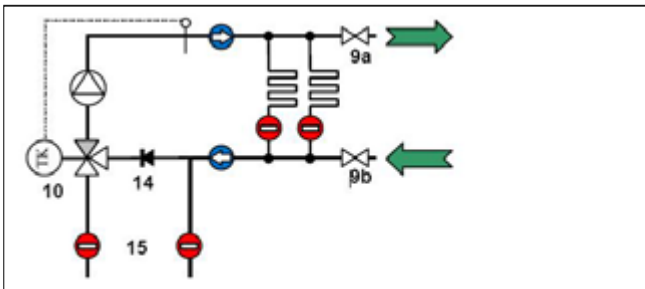

Abb. 8-3
2. Kugelhähne (15) absperrn.
5. Den Füllschlauch an den KFE-Hahn am Rücklauf (9b, Abb. 8-3) und den Entleerschlauch an den KFE-Hahn am Vorlauf (9a, Abb. 8-3) anschließen.